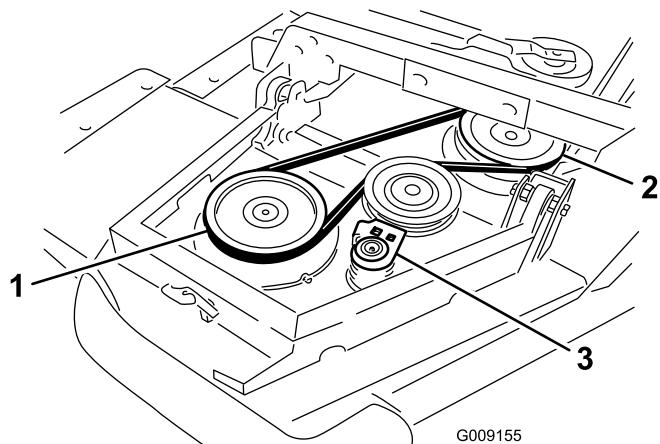

Figura 5
- Pase la correa por la polea del eje del ala y la polea del eje de la plataforma delantera (Figura 5).
- Usando una llave de carraca u otra herramienta similar, aleje la polea tensora de las otras poleas (Figura 5).